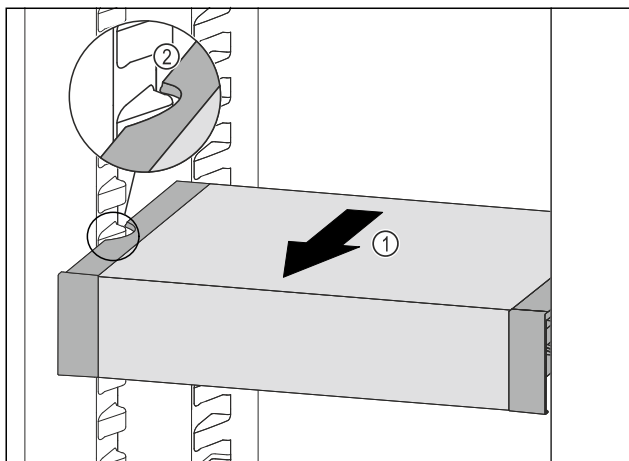

Fig. 68
- Trekk VarioSafe forover Fig. 68 (1), til utsparingene på sidene av VarioSafe er på nivå med rillene i kjøleskapet. Fig. 68 (2)